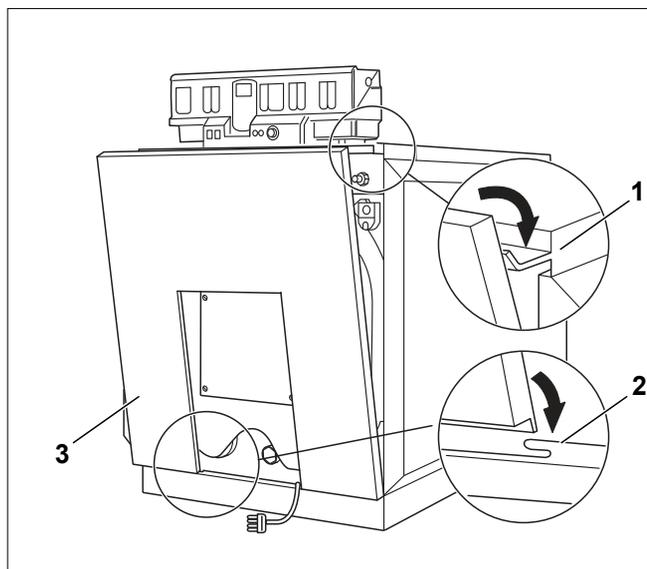

Рис. 41 Установка передней стенки
- ▶ Вставьте переднюю стенку (рис. 41, [3]) внизу в середине в цокольную планку (рис. 41, [2]).
- ▶ Подвесьте переднюю стенку сверху на отбортовку передней крышки (рис. 41, [1]).